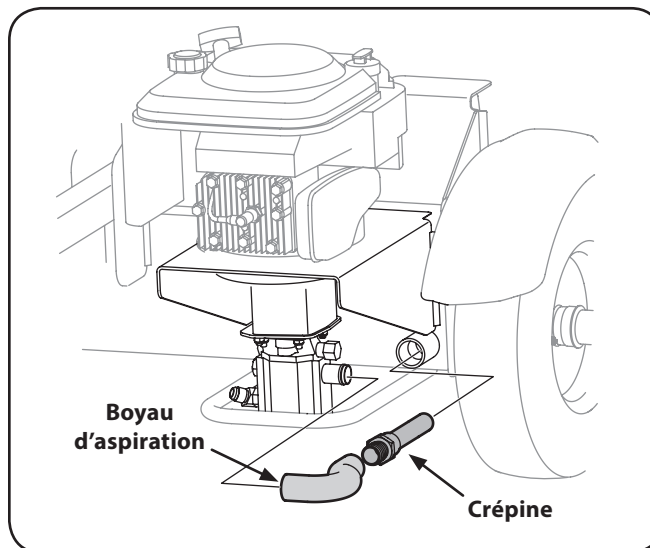

Figure 6-1
3. Dévissez soigneusement la crépine et nettoyez-la avec de l'huile pénétrante. Voir Figure 6-1.